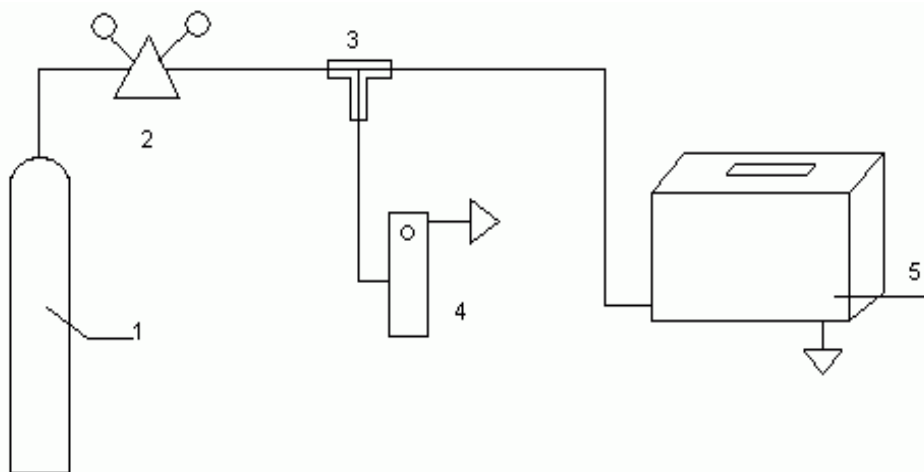
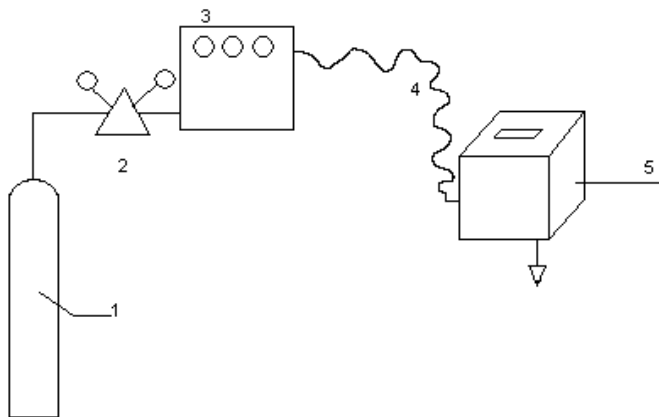

Рис. 1. Схема газовая принципиальная установки для проверки переносных ГС «КОМЕТА-М» серии ИГС-98 от баллонов со сжатыми газовыми смесями ПГС.
Рис. 2. Схема газовая принципиальная установки для проверки ГС «КОМЕТА-М» серии ИГС-98 от генератора газа.
Расположение кнопок на панели управления изображено на рис. 1 и рис. 2. Руководства по эксплуатации (в связи с совершенствованием приборов расположение кнопок может меняться).
3.2.1. Поверку ГС на чувствительность к таким газам, как O_2 , CO , CO_2 , H_2 , CH_4 , C_3H_8 , NO производят на установке, представленной на рис. 1, с использованием сжатых аттестованных пневмогазовых смесей (ПГС-ГСО) в баллонах.
После срабатывания звуковой и световой сигнализации, при повышении концентрации выше пороговой, загорается красный светодиод под названием того измеряемого газа на цифровом индикаторе, по которому производится проверка. При снижении концентрации ниже пороговой звуковая сигнализация автоматически не выключается. Это сделано с целью побуждения ответной реакции оператора на аварийные сигналы прибора. Выключение сигнализации производится вручную нажатием кнопки «ВЫКЛ. СИРЕНЫ» на передней панели ГС (см. рис. 1 в РЭ).
динамических установок типа «Микрогаз-Ф». Принцип работы этого генератора газовых смесей основан на введении в газовый тракт генератора источника микропотока (ИМП), представляющего собой фторопластовую ампулу с жидким веществом. Концентрация газа на выходе генератора определяется производительностью вещества за счет диффузии через стенки фторопластовой ампулы (берется из паспорта на ИМП) и расходом газа-разбавителя. Для работы собирают установку по схеме на рис. 2.